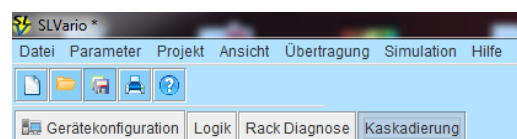

Abbildung 31-2
- Über die Schaltfläche „Kaskadierung“ gelangen Sie in das Konfigurationsmenü. (Abbildung 31-2)